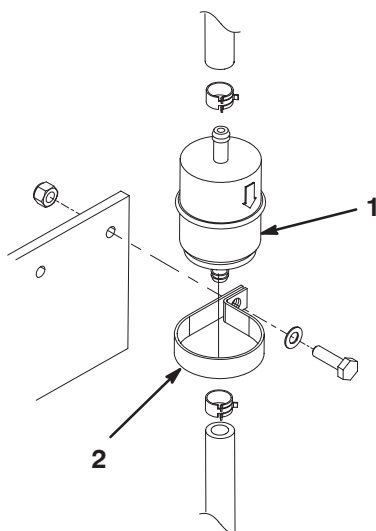

Figure 41
- Localisez le filtre à carburant près du côté gauche du moteur (Fig. 41).
- Serrez la vis et l'écrou de fixation du collier du filtre à carburant à la plaque de montage (Fig. 41).
- Desserrez les colliers de serrage et éloignez-les du filtre (Fig. 41).